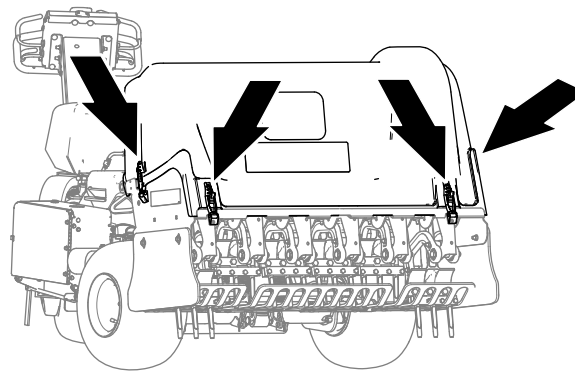
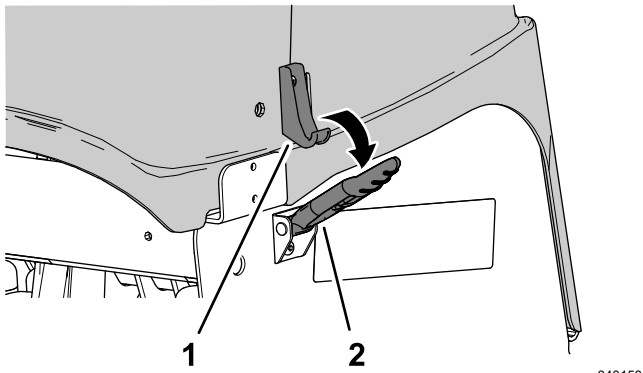

Bild 148
Bild 150
4. Entriegeln Sie die Abdeckung des Aerifizierkopfs an den vier Verriegelungspunkten (**Bild 148** und **Bild 150**).